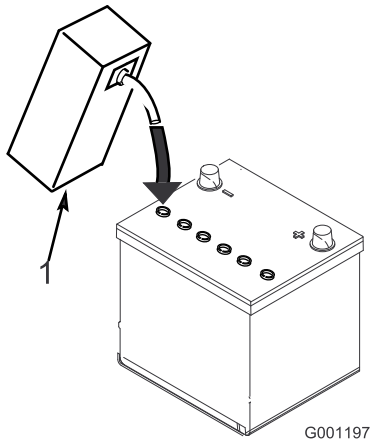

Figure 5
3. Versez de l'électrolyte avec précaution dans chaque élément jusqu'à ce que les plaques soient recouvertes d'environ 6 mm de liquide (Figure 5).
4. Attendez environ 20 à 30 minutes pour que les plaques aient le temps de s'imprégner d'électrolyte. Faites l'appoint au besoin pour faire monter le niveau de liquide à environ 6 mm en dessous du creux de remplissage (Figure 5).